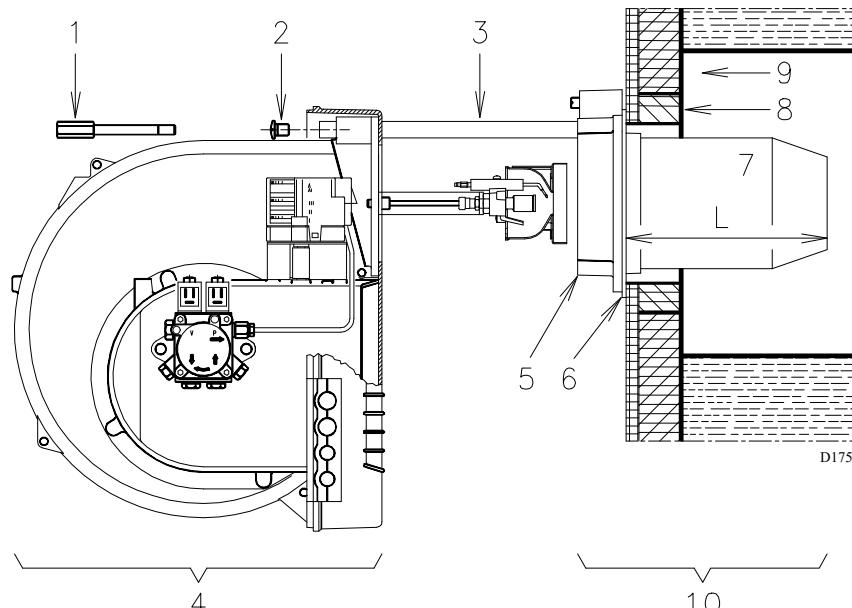

Fig. 11
- Als de verstuiver moet vervangen worden wanneer de brander reeds op de ketel is gemonteerd, moet de brander geopend worden op de geleiders zoals wordt aangeduid in Fig. 11, pag. 13, nadat de verlengstukken werden gemonterd16)(Fig. 6, pag. 10), en moet gehandeld worden zoals hierboven wordt aangeduid.